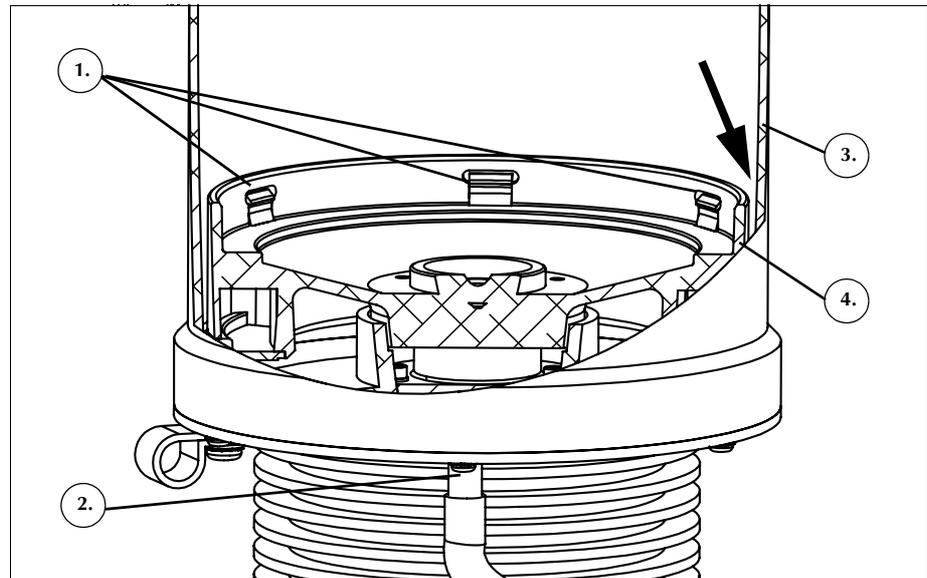

Abbildung 78. Spülen der Drainageöffnungen der Zentrifuge
8. Verwenden Sie eine 60-ml-Spritze, um die Drainageöffnungen der Zentrifuge mit Wasser zu spülen. Spülen Sie mit der Flüssigkeit auch die Lücke zwischen Gehäuse und Zentrifugenwand (siehe Abbildung 78).